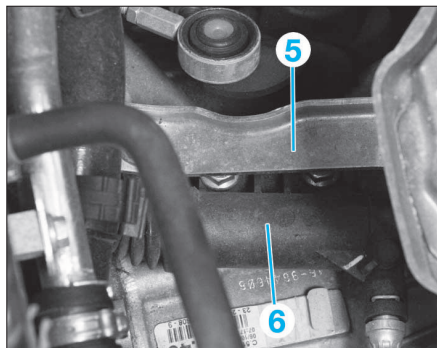

FIG. 11
- Déposer le renfort (5) du support de boîte de vitesses (Fig.11).